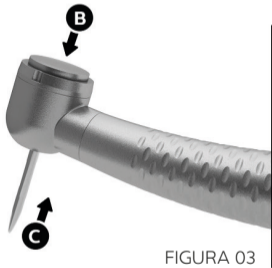

FIGURA 03
2. Pressionar a tampa da cabeça (B) e introduzir a broca (C) até dar batente no fundo da pinça (FIGURA 03).